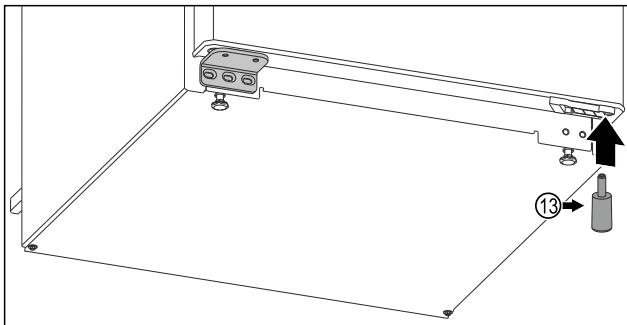

Fig. 18 Pour les appareils sans bac congélation 4 étoiles*
- Remplacer la butée Fig. 18 (13) en bas à droite sur la porte, car elle joue un rôle important pour la stabilité de l'appareil.*